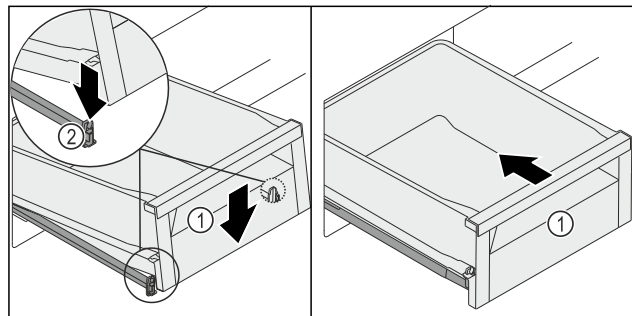

Fig. 127
- ▶ Опустите выдвижной ящик Fig. 127 (1) вперед, чтобы он установился слева и справа в зажим Fig. 127 (2).
- ▶ Выдвижной ящик Fig. 127 (1) зафиксируется со характерным щелчком.
- ▶ Вдвиньте выдвижной ящик Fig. 127 (1).